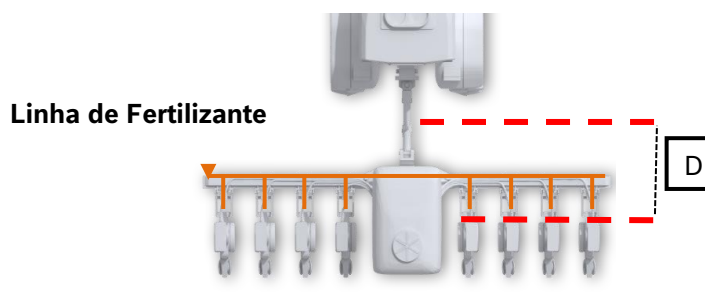

Figura 56 - Distância engate-barra
- F) Distância Engate-Barra: distância em cm entre o engate e a média de distância dos tubos de fertilizante, Figura 56: